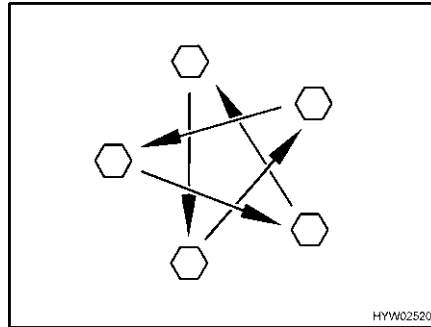

Fig. 130 Serrare a croce i dadi o i bulloni delle ruote
- Controllare regolarmente il serraggio dei dadi o dei bulloni. Regolare a croce (Fig. 130) il serraggio dei dadi o dei bulloni di una ruota sostituita dopo circa 50 km.
- ▷ Serrare a croce i dadi o i bulloni delle ruote (Fig. 130).